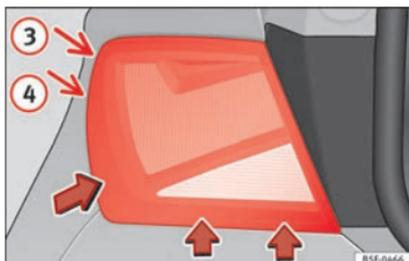

Fig. 218 Smontaggio del fanale di coda esterno.
- Ruotare il fanale della direzione indicata dalle frecce fino a che esce dal proprio alloggiamento (posizioni ③ e ④) » **fig. 218**.